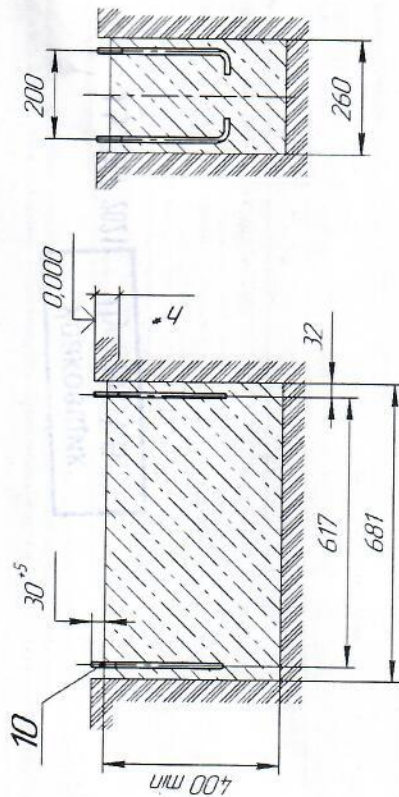

Рис. 3. Ударопоглощающее покрытие показано условно
12.3.2 Подготовить приямок по схеме на рис. 3. Необходимая глубина приямка под заливку бетона определяется УСТАНОВЩИКОМ исходя из типа грунта в месте установки, но не менее 400 мм.